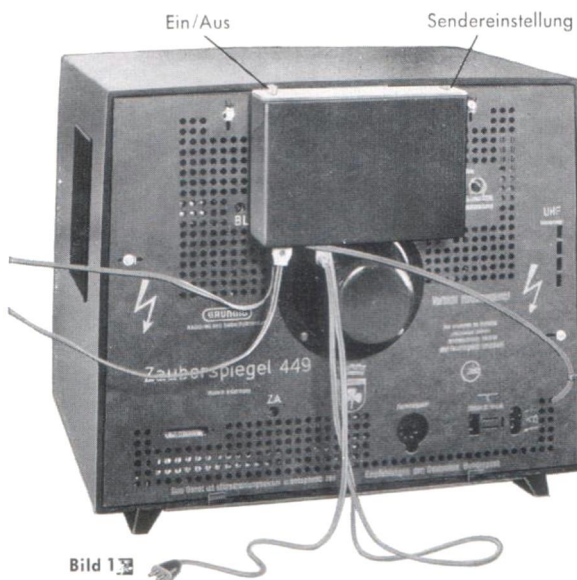
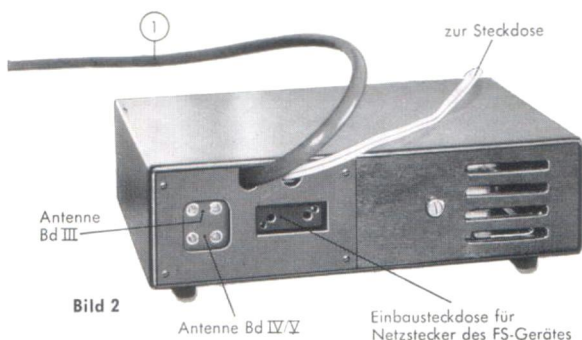

Bild 1
Bild 2
Nachstehend bringen wir die Montage- und Anschlußanweisung für das UHF-Vorsatzgerät. Es kann dank seiner zweckmäßigen Halteklammern an die Rückwand des Fernsehgerätes gehängt werden (**Bild 1**), nach Abnahme der Haltewinkel aber auch getrennt betrieben, z. B. neben das Gerät gelegt werden. **Bild 2** zeigt die rückseitigen Anschlüsse.
3. Blaue, abgeschirmte Leitung ① mit Schelle und Holzschraube zugenlasten.
5. Antennen Band III und Band IV/V an den vorgesehenen Buchsen am UHF-Teil anschließen (siehe **Bild 2**).